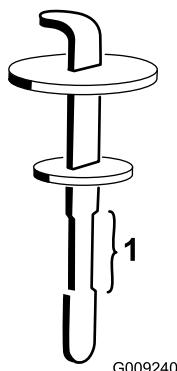

Bild 121
5. Entfernen Sie den Peilstab aus dem Füllstutzen und wischen ihn mit einem sauberen Lappen ab. Stecken Sie den Peilstab in den Einfüllstutzen und ziehen ihn dann heraus, um den Ölstand zu prüfen (Bild 121).